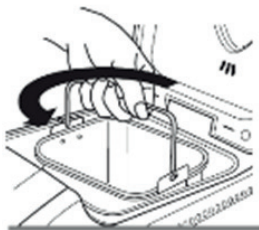

Рис. 1
- С помощью ручки поверните чашу против часовой стрелки до характерного щелчка и выньте. (Рис. 1)